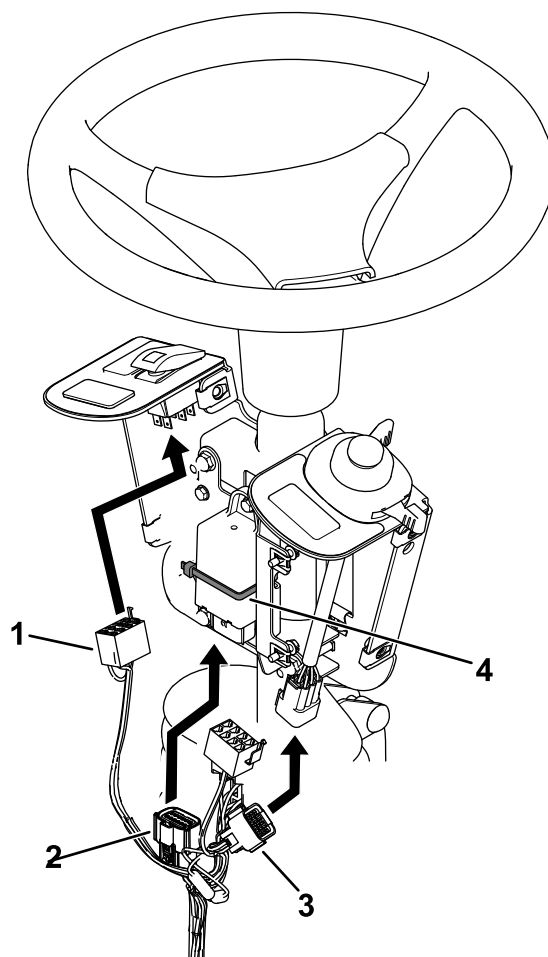

Figure 7
5. Sécurisez la centrale clignotante avec un attache-câble (Figure 7).
6. Branchez le faisceau à l'interrupteur à bascule et au commutateur multifonction (Figure 7).
7. Branchez le faisceau à la centrale clignotante (Figure 7).